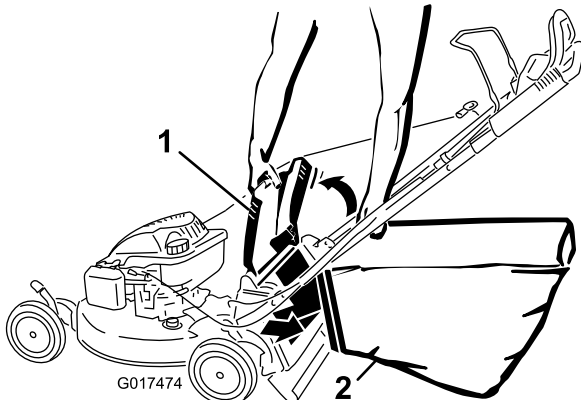

Figura 25
4. Cuelgue el extremo superior delantero de la bolsa de las muescas (Figura 25).